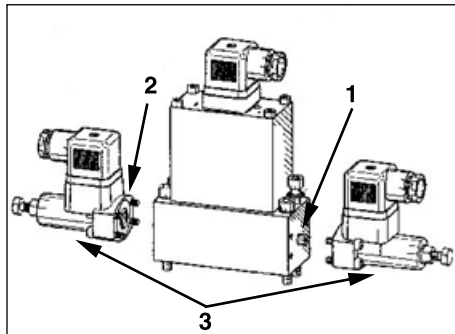

Figura 3
1. Remova o parafuso tipo Allen e arruela localizados na extremidade do corpo da válvula mais próximo da saída de óleo onde a pressão está sendo verificada. (veja Figura 3, n° 1).
2. Aplique óleo hidráulico na vedação tipo "o-ring" na superfície de montagem do sensor de pressão. (veja Figura 3, n° 2).